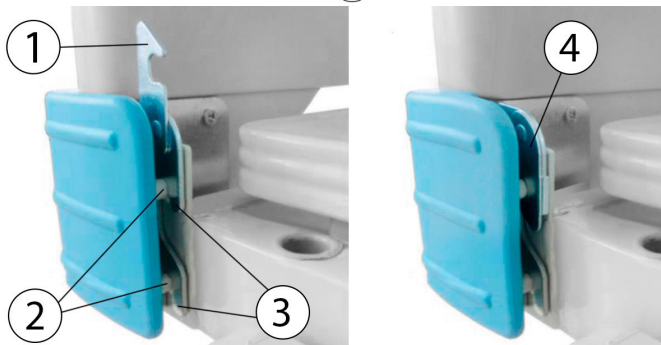

Рис. 7 Схема установки изножья/изголовья
10. Вставьте крючки (2) в основании изножья на специальные штифты (3), установленные на раме кровати, и поворотом рычажных планок (1) зафиксируйте изножье на штифтах (4) (см. Рис. 7).